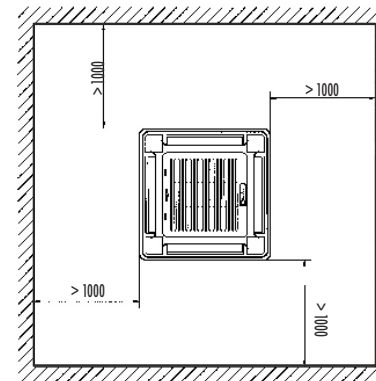

Abbildung 33
- Schneiden Sie bitte ein quadratisches Loch von 600 X 600 mm in die Decke entsprechend der Form der Installationsvorlage. (Siehe Abb. 33, 34)